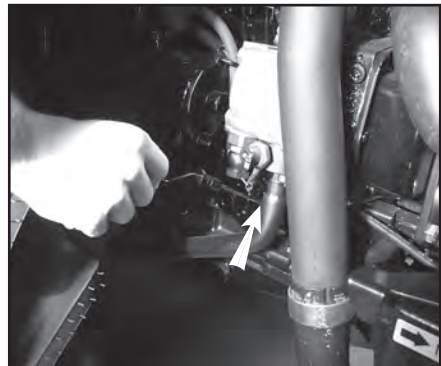

Abb. 6.8
- Den Ölstand aller geschmierten Bauteile überprüfen (Abb. 6.8) und gegebenenfalls Öl des vorgeschriebenen Typs nachfüllen.